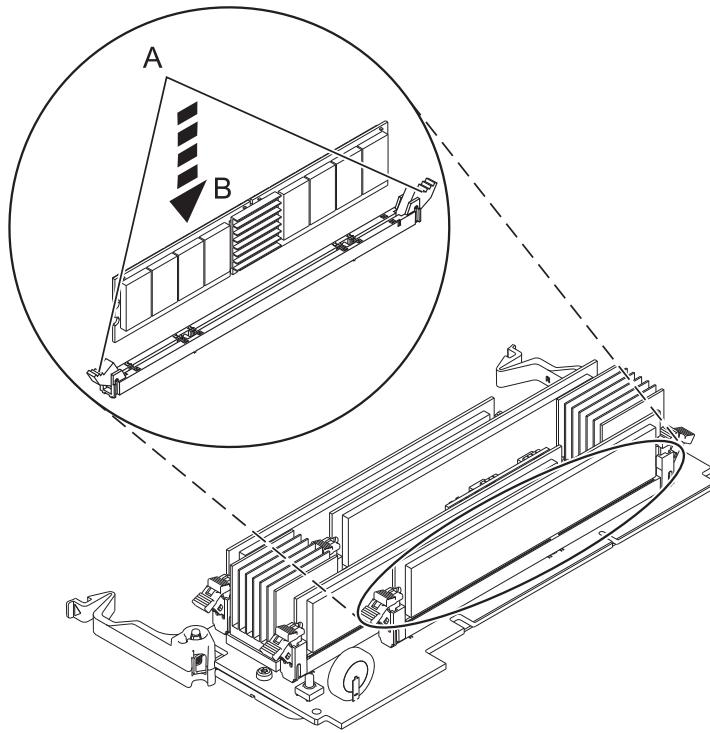

図5. メモリー・モジュールの取り付け
13. 新規のメモリー・モジュールを取り付ける前に、13 ページの図 5 に示すように、コネクター・ロックキング・タブ (A) を押してロック解除位置にしてあることを確認します。
14. メモリー・モジュール (B) の端を慎重につかみ、コネクターの位置に合わせます。